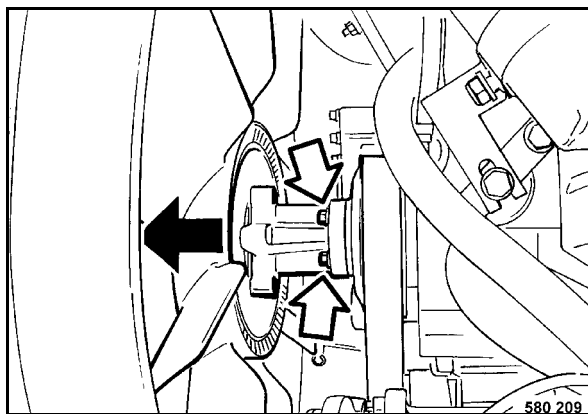

Fig. 147
- Desenroscar los tornillos de fijación (Fig. 147) y empujar el ventilador hacia delante.